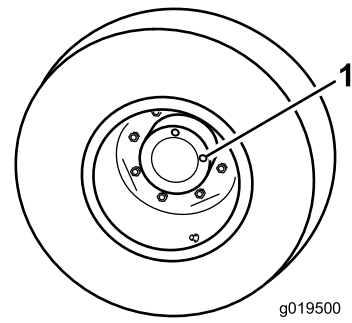

Figura 89
1. Con la máquina en una superficie nivelada, coloque la rueda con un tapón de verificación en la posición de las 12 y el otro en la posición de las 3 (Figura 89).
1. Tapón de verificación/drenaje (2)
2. Retire el tapón de la posición de las 3 (Figura 89).